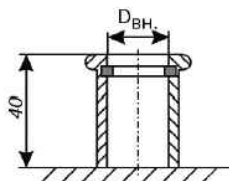

Рис. 4. Окончание вакуумной, канализационной магистралей
Вакуумная магистраль в зависимости от вакуумного агрегата и количества стоматологических установок должна быть выполнена из труб  $D=32$  (40, 50) мм, заканчивающихся муфтой с  $D_{вн.}=30$  (40) мм, (см. рис. 4 и инструкцию на соответствующий вакуумный агрегат).
Канализационная магистраль должна быть выполнена из труб  $D=40$  (50) мм, заканчивающихся муфтой с  $D_{вн.}=40$  (50) мм (см. рис. 4).